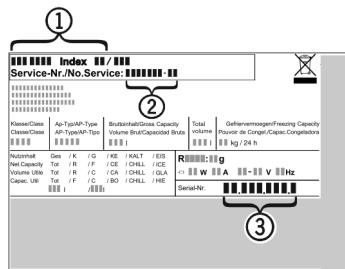

Fig. 8
- ▶ A készülék megnevezését *Fig. 8 (1)*, a szerviz- *Fig. 8 (2)* és sorozatszámot *Fig. 8 (3)* a típus tábláról olvassa le. A típus tábla a készülék belsejében baloldalon található.
- ▶ Értse meg a vevőszolgálatot a hibáról, és adja meg nekik a készülék megnevezését *Fig. 8 (1)*, a szerviz- *Fig. 8 (2)* és a sorozatszámot *Fig. 8 (3)*.